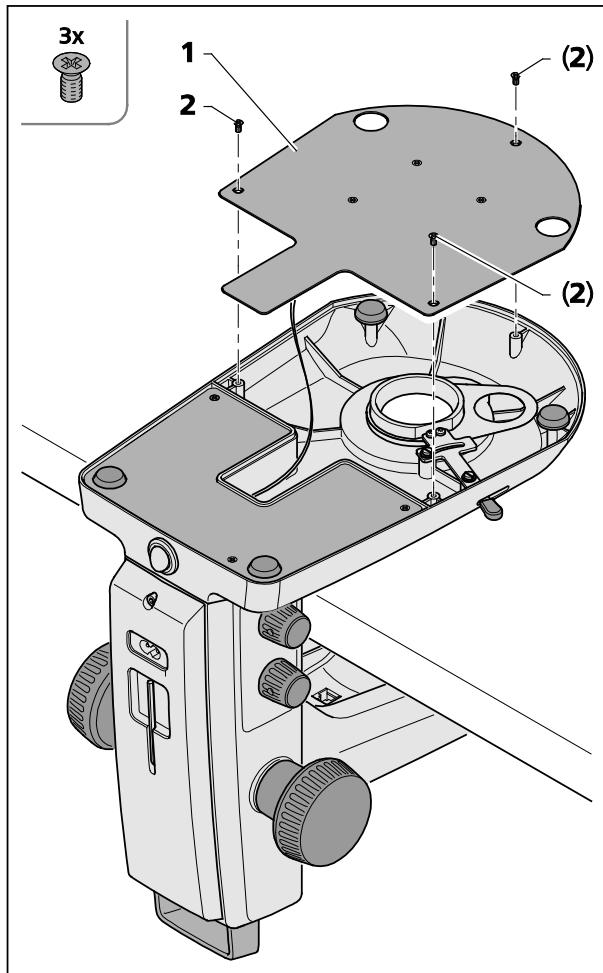

Fig. 28 Aprire la piastra di copertura dello stativo K EDU
Può rimuoversi la piastra di copertura dello stativo (Fig. 28/1) per la pulizia o per l'estrazione di corpi estranei caduti non intenzionalmente nello strumento.
- A questo sopo, svitare le tre viti con intaglio a croce (Fig. 28/2) e togliere con precauzione la piastra di copertura dello stativo (Fig. 28/1) e metterla da parte.
- Badare a che il cavo non sia separato dalla piastra di copertura dello stativo (Fig. 28/1).